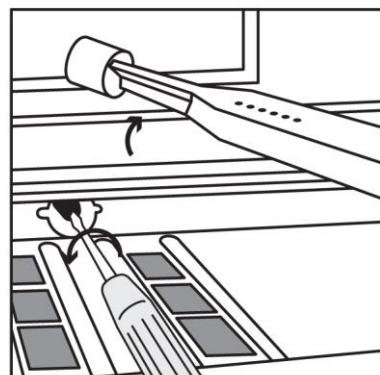

Рис. 11
- специальным торцевым ключом для жиклеров или 7 мм торцевым ключом (рис. 11) отвинтите жиклер горелки духовки и замените его подходящим для нового типа газа (см. табл. 1). Будьте внимательны, чтобы не повредить провода свечи зажигания и термопары;